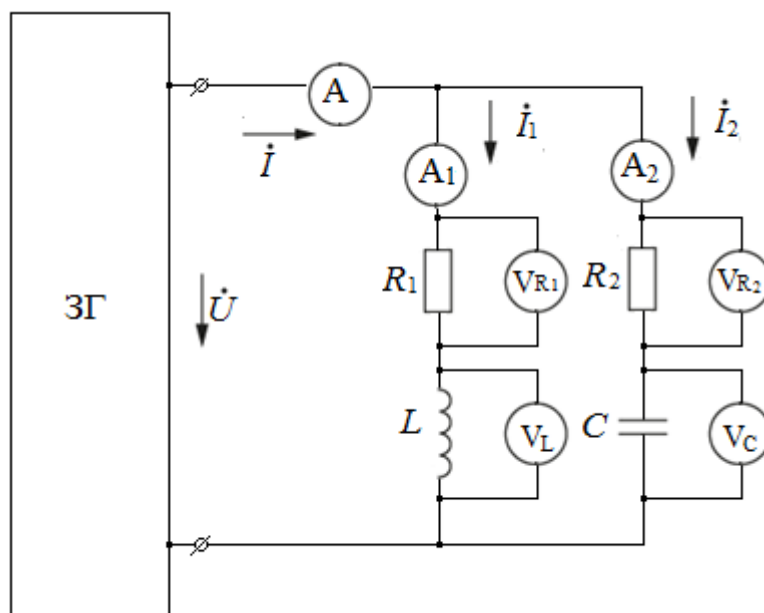

Рисунок 4.2
4.1.4 Составить уравнения по законам Кирхгофа в комплексной форме для цепи (рисунок 4.2).
4.1.5 Рассчитать комплексные значения токов в каждой ветви схемы и комплексные значения напряжений на каждом элементе схемы (рисунок 4.2).
4.1.6 Построить векторную диаграмму токов и напряжений для цепи (рисунок 4.2).
4.2.3 Собрать цепь по схеме (рисунок 4.2), установить параметры цепи, согласно заданному варианту (таблица 4.1).
4.3.3 Рассчитать комплексные значения токов в каждой ветви схемы и комплексные значения напряжений на каждом элементе схемы (рисунок 4.2).